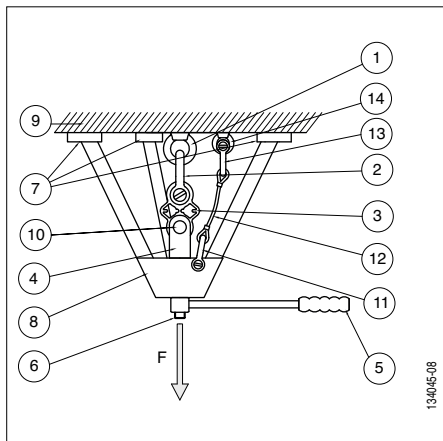
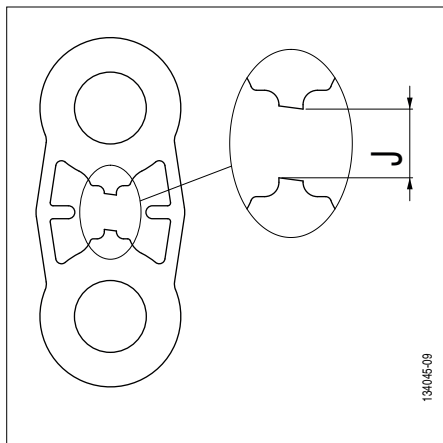

Fig. 6
Fig. 7
- 1 appareil de mise en charge à actionnement manuel de type trépied (voir fig. 6, chapitre 4.2, page 5),
- 1 dispositif de sécurité pour la retenue du dispositif de mise en charge, en cas de rupture du point d'ancrage à tester, comprenant (voir fig. 6, page 5) :
- 1 élingue de sécurité de longueur appropriée (voir fig. 6, chapitres 4.2 et 4.3, page 5),
DANGER : Pour tester un point d'ancrage à l'aide de la plaquette de test TA, l'opérateur doit impérativement utiliser un appareil de mise en charge de type trépied à actionnement manuel qui aura été spécifiquement étudié et dimensionné en vue de pouvoir être utilisé pour la mise sous charge de traction sans risque du point d'ancrage à tester (fig. 6) ou tout autre appareil de mise sous charge de traction de la plaquette de test TA spécialement étudié et dimensionné pour être utilisé en toute sécurité.
L'ensemble des vérifications avant installation décrites ci-dessous, fait référence à la fig. 6.
L'ensemble de la procédure décrite ci-dessous, fait référence à la fig. 6.
DANGER : Le jeu 'J' maximum (fig. 7, jeu J) ne doit pas dépasser 15 mm.
- 1) Augmenter progressivement la charge en agissant sur l'appareil de mise en charge (fig. 6, page 5, repère 8). L'opérateur devra impérativement regarder en permanence la plaquette afin de pouvoir stopper la mise en charge juste après la rupture de la section 'S' de la plaquette (fig. 7).
- 2) A la rupture de la section indicatrice 'S' de la plaquette de test TA (fig. 7), l'opérateur doit immédiatement stopper son action sur l'appareil de mise en charge au risque de rompre totalement la plaquette.
L'ensemble de la procédure décrite ci-dessous, fait référence à la fig. 6, page 5.
8. De continuer la mise en charge de la plaquette de test TA après rupture de la section indicatrice 'S' (cf. chapitre 5.2, fig. 7, page 6).